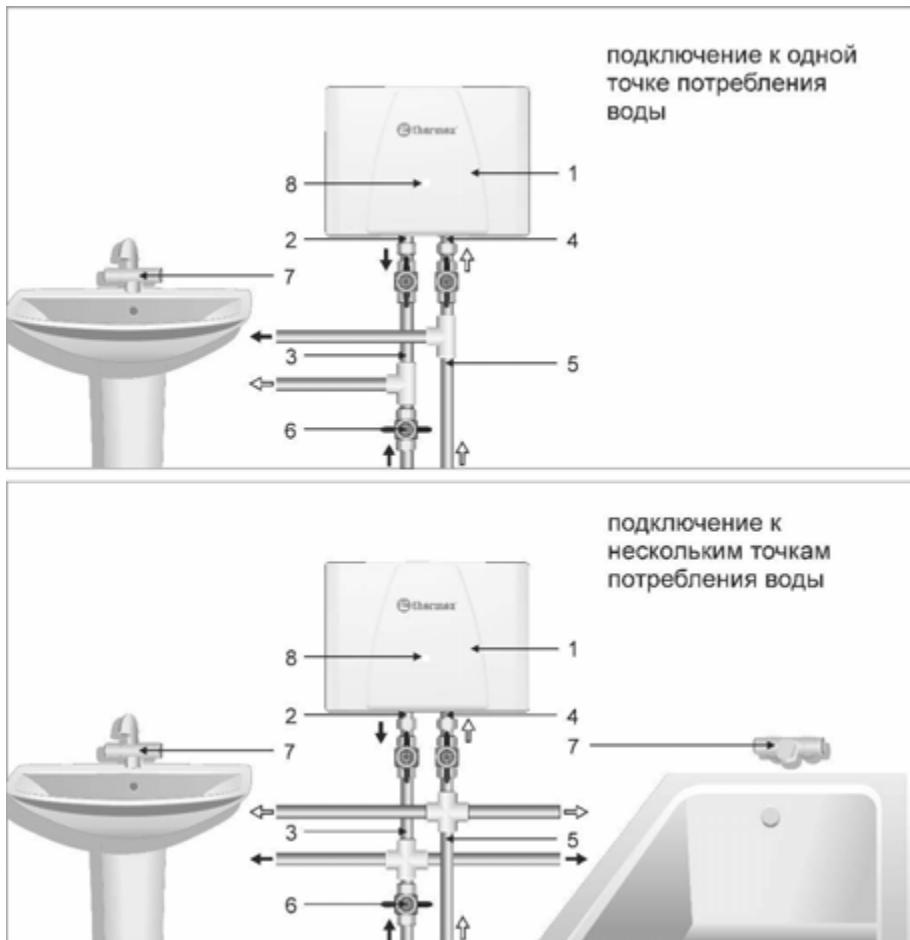

Рис. 4. Схема подключения ПЭВН к водопроводу
1. Поток воды контролируется краном горячей воды на смесителе (п. 7, Рис.4) на выходе из ПЭВН. Уменьшая поток воды, вы увеличиваете температуру воды на выходе и, соответственно, наоборот.
2. Убедитесь в том, что мощность и рабочее давление соответствуют данным Таблицы 1. Включение ПЭВН и нагрев происходит автоматически, при этом загорается индикаторная лампочка (п. 8, Рис.4) на лицевой панели.
4. Для выключения водонагревателя нужно закрыть кран горячей воды на смесителе (п. 7, Рис.4), датчик давления автоматически разомкнёт цепь подачи электроэнергии к нагревательному элементу, при этом индикаторная лампочка на лицевой панели погаснет(п. 8, Рис.4)